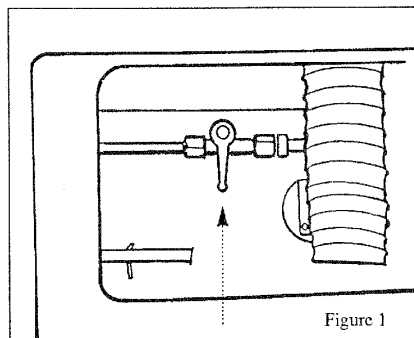

Figure 1
- Ne fermer la vanne qu'en cas d'absence prolongée (fig.1).
- Shut the fuel valve only during an extended unattended period (fig.1).